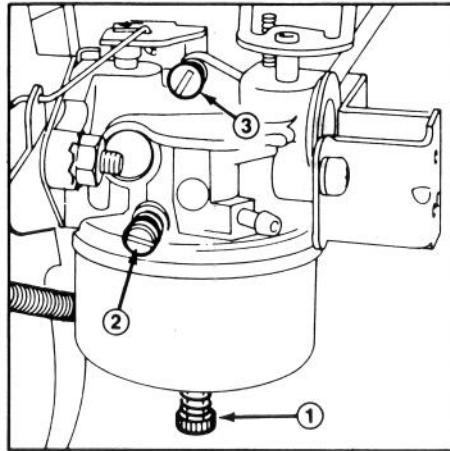

Figure 33
2. Vis de réglage de la puissance (Fig. 33). — Fermez la vis en la vissant délicatement à droite jusqu'à ce que vous sentiez une légère résistance quand le pointeau touchera son siège. Ramenez alors la vis d'un tour complet de 360°, en tournant à gauche.
3. Vis de réglage du mélange de ralenti (Fig. 33) — Fermez la vis en la tournant délicatement à droite jusqu'à ce que vous sentiez une légère résistance quand le pointeau touchera son siège. Ramenez alors la vis de 1-1/2 tour complet en tournant à gauche.
5. Serrez la vis de réglage de puissance (Fig. 33) en tournant à droite de 1/8 tour à la fois, jusqu'à ce que le moteur ait des ratés à cause de la pauvreté du mélange d'essence. Tournez alors la vis à gauche de 1/8 tour à la fois jusqu'à ce que le moteur tourne de façon irrégulière par suite de mélange d'essence trop riche. Ramenez alors la vis à mi-chemin entre les deux points de mélange trop riche et de
6. Ramenez la commande des gaz à la vitesse de ralenti. Serrez alors la vis de réglage de vitesse de ralenti (Fig. 33) jusqu'à ce que le moteur tourne au ralenti accéléré, soit environ 1750 tours/minute.
7. Serrez la vis de réglage du mélange de ralenti (Fig. 33) en tournant à droite de 1/8 tour à la fois jusqu'à ce que le moteur ait des ratés à cause de la pauvreté du mélange d'essence. Desserrez alors la vis en tournant à gauche 1/8 tour à la fois jusqu'à ce que le moteur commence à marcher de façon irrégulière à cause du mélange d'essence trop riche. Ramenez alors la vis de mélange de ralenti à mi-chemin entre les deux points de mélange trop riche et de mélange trop pauvre.
8. Ramenez alors le réglage de la vitesse de ralenti (Fig. 33) jusqu'à ce que le moteur tourne au ralenti à 1750 tours/minute.